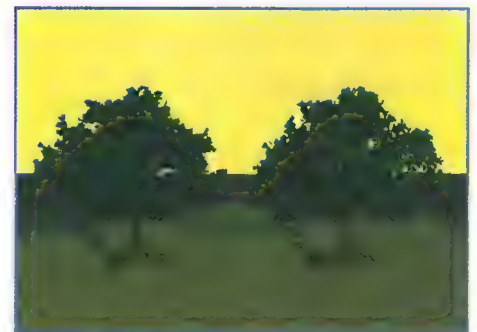

IMAGEN 4. LA OPCION GENERATE FRUIT/FLOWERS, ACTIVADA Y DESACTIVADA.
- **Generate Fruit/Flowers:** lo mismo que en el apartado anterior, salvo que aquí podemos desactivar o activar la generación de las frutas o flores del árbol (imagen 4). Pasa lo mismo con las texturas; tendremos que encontrar o crear nosotros mismos una textura realista para las manzanas o naranjas. Digamos que con *Tree Factory* creamos la base y luego somos nosotros los que debemos completar el trabajo, lo que hace al programa poco indicado para principiantes.